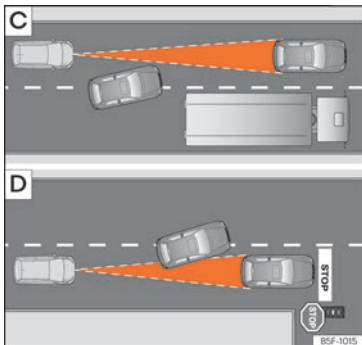

Abb. 184 [C] Fahrspurwechsel eines anderen Fahrzeugs. [D] Abbiegendes und weiteres stehendes Fahrzeug.
- Fahrzeuge, die in geringem Abstand auf die eigene Fahrspur wechseln » » **Abb. 184** [C].
ACC reagiert nicht auf stehende Fahrzeuge. Wenn z. B. ein von ACC erfasstes Fahrzeug abbiegt oder ausschert und sich vor diesem Fahrzeug ein stehendes Fahrzeug befindet, reagiert ACC nicht auf das stehende Fahrzeug » » **Abb. 184** [D].